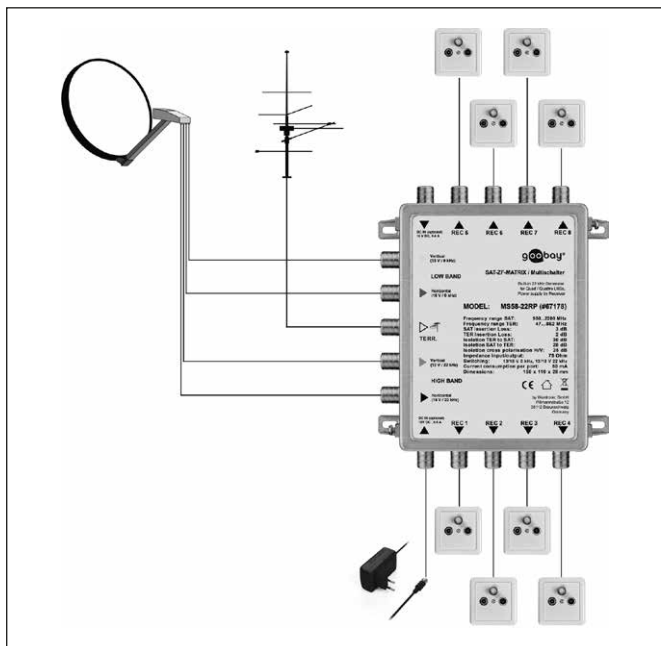

Fig.2: Geräteanschluss
- Verbinden Sie die Ausgänge des Multischalters (1, 8) mit den Kabeln, die zu den Antennensteckdosen der einzelnen Receiver führen (siehe auch Abb. 2)